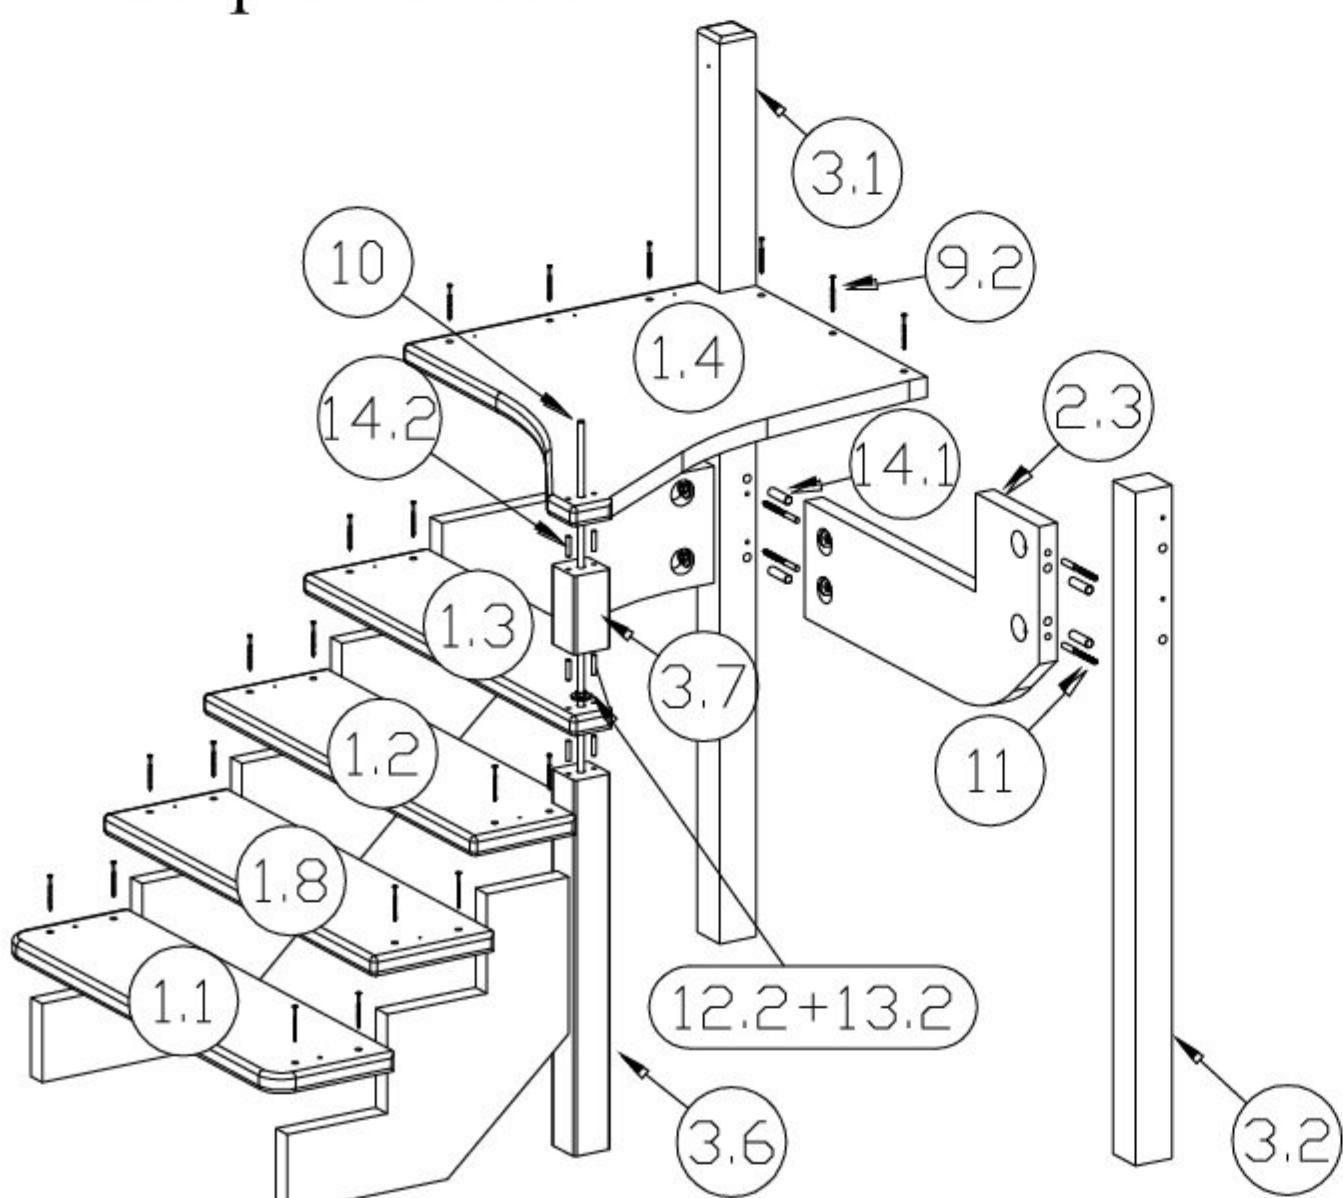

Рис. 3
- Далее на рис. 3 и 4 балюсины не изображены, для удобства отображения.